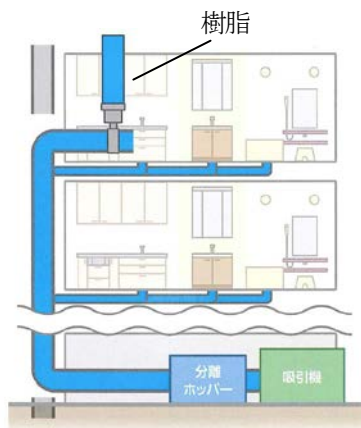

図1. 気流式
- ・ 気流式…ライニング用樹脂を気流に乗せて搬送・塗布（図1）